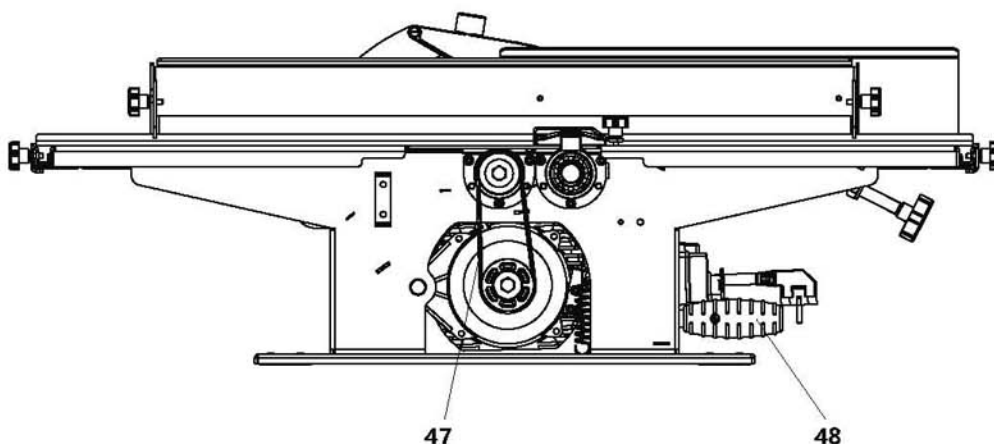

Рис. 11 Установка приводного ремня
8.3 Замена приводного ремня (рис.11)